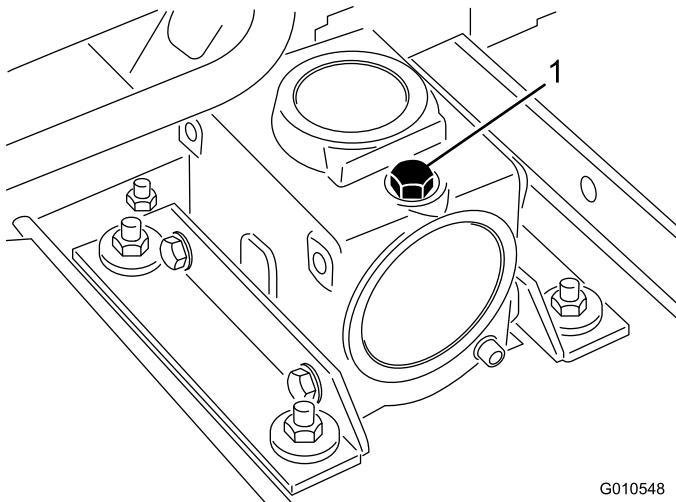

図 23
- マシンとカッティングユニットを平らな場所に駐車させ、カッティングユニットを降下させる。ギアボックスの上部についているディップスティック兼給油プラグ(図 23)を取り、オイルの量が、ディップスティックについている2本のマークの間にあることを確認する。油量が少なければ、SAE 80-90 wt. ギア用潤滑油を2本のマークの中間まで補給する。ギアボックスの容量は 283 ml です